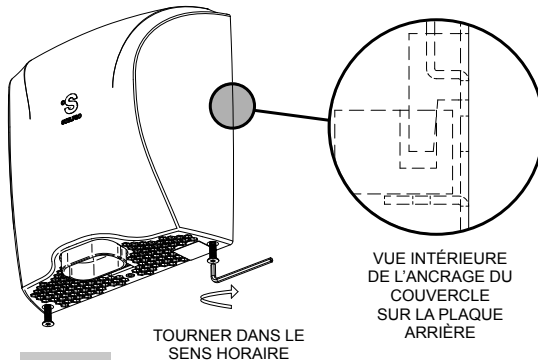

FIG.6
6. Une fois le couvercle correctement emboîté dans les ancrages de la plaque arrière, serrer le couvercle en VISSANT (sens horaire) les deux vis anti-vandales. (FIG. 6)
2. Enlever le couvercle de l'appareil en exécutant les manipulations inverses des étapes Fig. 6 et 5 de la section précédente.
2. Enlever le couvercle de l'appareil en exécutant les manipulations inverses des étapes Fig. 6 et 5 de la section « Installation au mur en 6 étapes ».
- Dévisser les deux vis et enlever la bride de retenue qui tient le moteur en place. (FIG.6)